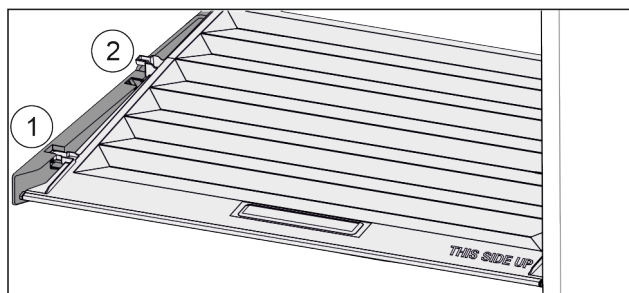

Fig. 107
- Pokrov povlecite naprej Fig. 107 (1) do odprtine v držalnih delih.
- Zadaj ga od spodaj dvignite in odstranite Fig. 107 (2) navzgor.